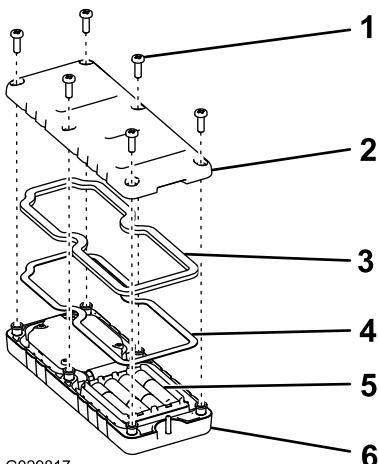

图6
3. 确保钢垫片和橡胶密封件正确放置于遥控器的槽内，然后将后盖放回原位（图6）。
4. 用 6 个螺丝固定后盖（图6），上紧螺丝扭矩至 $1.5 \sim 1.7 N \cdot m$ 。
2. 将电池逐一放入电池端子仓位，遵循正确的电池极性（图6）。